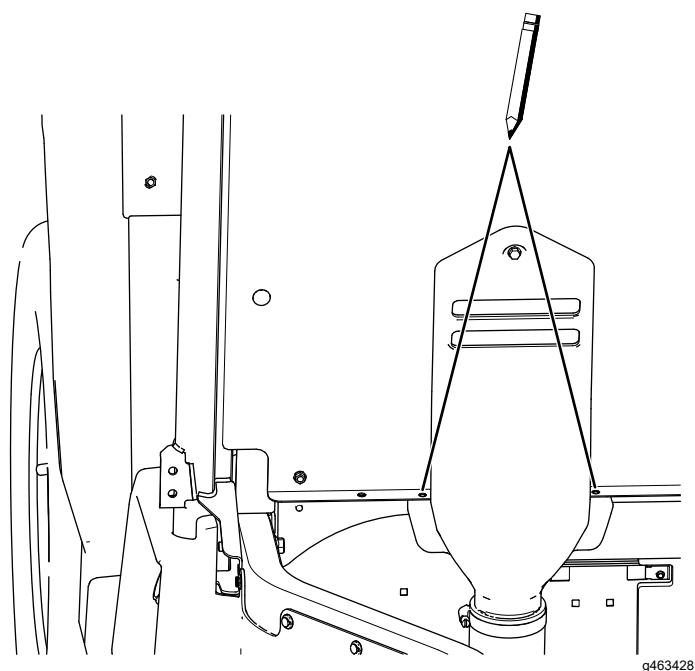

Figure 25
- C. Utilisez le capot comme gabarit et marquez l'emplacement des 2 trous (Figure 25).